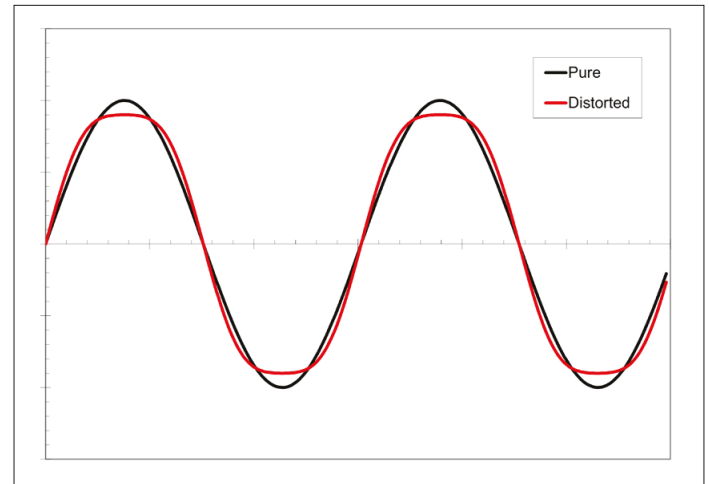
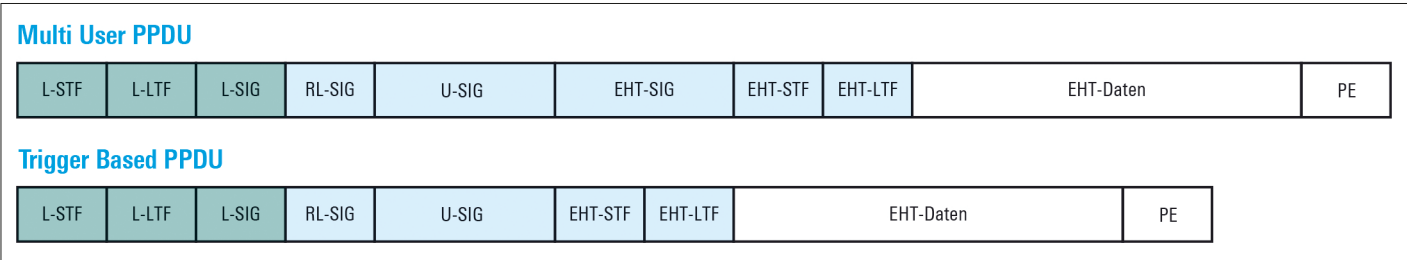

Bild 2: Illustration einer reinen Sinuswelle (schwarz) und einer, die verzerrt wurde (rot)
Bild 1: Die Protokollformate von 802.11be (grün: Legacy-Felder, blau: EHT-spezifische Felder)
Mit 802.11be werden zwei neue Protokollformate (PPDU) definiert (Bild 1), eines für den Multi-User-Modus (MU) und ein zweites für den Triggerbasierten Modus (TB). Neben neuen EHT-spezifischen Feldern für Steuerinformationen sind in jeder der Präambeln noch einige Legacy-Felder vorhanden, um eine Abwärtskompatibilität zu früheren 802.11-Standards zu gewährleisten. Messgeräte müssen mit den neuen PPDU-Formaten umgehen können und den gestiegenen physikalischen Anforderungen entsprechen. Nachfolgend werden je zwei Geräte für die Erzeugung und Analyse von 802.11be-Signalen vorgestellt.
Zur Einstellung von 802.11be-Signalen sind nur wenige Schritte erforderlich. Nach der Auswahl des Übertragungsmodus im Frame Block Sequencer (Bild 2) wird die PPDU konfiguriert. 802.11be führt, wie oben erwähnt, neue PPDU-Formate ein, EHT MU und EHT TRIG, die nicht nur die Legacy-Trainings- und Signalisierungsfelder, sondern auch die für die 802.11be-Signalisierung spezifischen U-SIG- und EHT-SIG-Felder enthalten (Bild 1). Ein Teil dieser Signalisierungsinformationen, z.B. der PHY Version Identifier, ist bereits voreingestellt. Andere Parameter
Bild 2: WLAN-Konfiguration mit der Option R&S Sxx-K54: Nach Auswahl des Standards (erste Spalte) lassen sich über das Konfigurationsmenü (dritte Spalte von rechts) die weiteren Einstellungen vornehmen (s. Bilder 3 und 4)